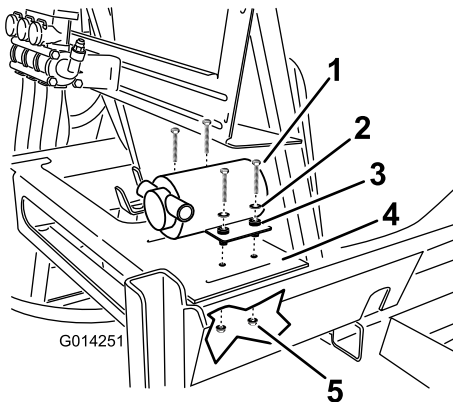

Figure 19
1. Fixez la pompe de rinçage au cadre de la cuve sur la plate-forme, sur le côté arrière droit de la cuve principale, comme montré à la Figure 19.
2. Fixez la pompe du réservoir de rinçage au cadre au moyen de 4 boulons, 4 rondelles et 4 contre-écrous (Figure 19).